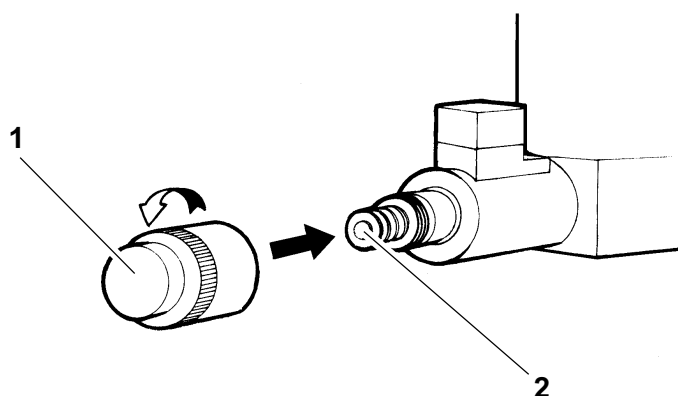

Fig. 24
Rif. Fig. 24
Ref. Fig. 24
Zu Abb. 24 - Notabsenken (bei Stromausfall). Die beiden Fahrsschienen (mit geeigneten Hilfsmitteln) anheben und die Sperrklinken aus den entsprechenden Stützvorrichtungen heben. Zwischen Letztere eine Unterlegscheibe legen, damit sie nicht einrasten können. Das Ventil für manuelles Absenken öffnen, indem vorher der Schutzstöpsel (1) losgeschraubt wird, dann die Einrichtung (2) betätigen.
Réf. Fig. 24 - Descente d'urgence (en cas d'absence de tension). Soulever (en utilisant des moyens appropriés) les deux chemins de roulement en soulevant les arrêts de leurs appuis. Introduire une cale sur les appuis pour empêcher l'enclenchement. Ouvrir le clapet de descente manuelle en dévissant d'abord le bouchon de protection (1) puis appuyer